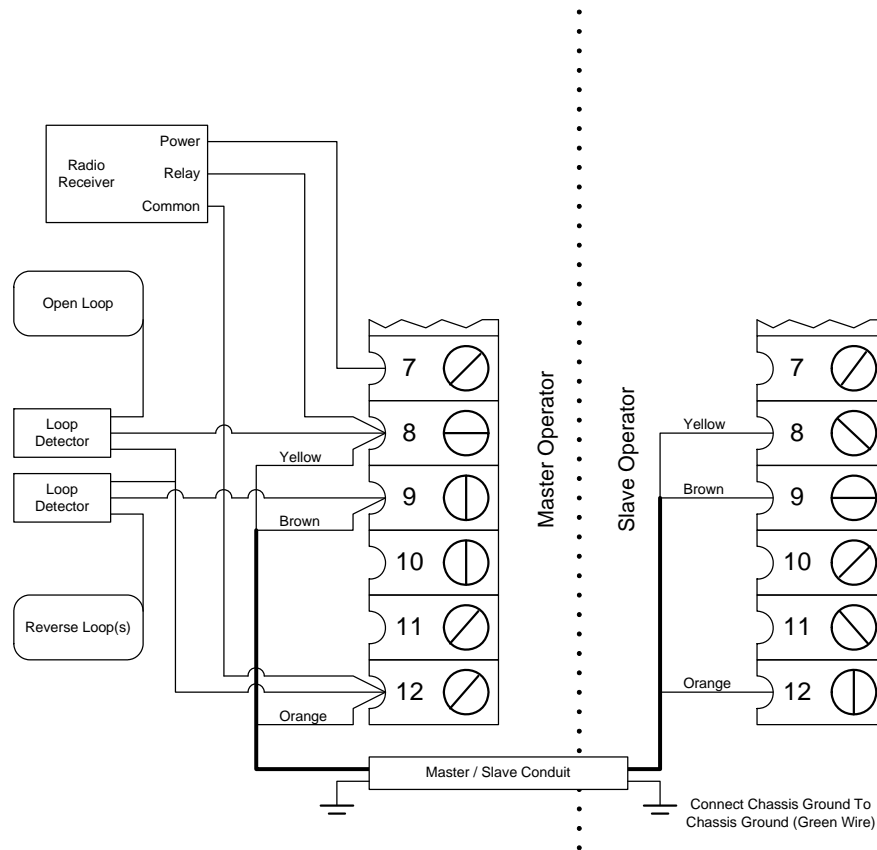

Figura 29
1. Conecte el cableado maestro / esclavo (terminales 8, 9, 12) como se muestra en figura 29. Asegúrese que la energía para ambos operadores esten OFF (APAGADO).
2. Conecte el relé de contacto común (C) y normalmente abierto (N.O.) desde el círculo de detección ABIERTO a los terminales 8 y 12.